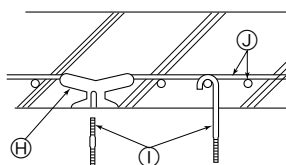
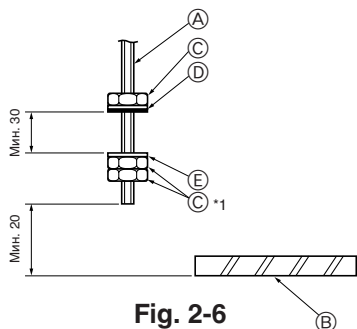

Fig. 2-5
Fig. 2-6
② Железобетонные конструкции (Fig. 2-5)
- ① Потолочная панель
- ② Стропило
- ③ Балка
- ④ Балка крыши
- ⑤ Используйте вставки с рейтингом 100-150 кг каждая (приобретаются на месте)
- ⑥ Навесные болты M10 (3/8") (приобретаются на месте)
- ⑦ Стальной стержень для укрепления
- ⑧ Канал С
- ⑨ Подвесная скоба канала
- ⑩ Подвесной болт M10
2.4. Порядок подвешивания прибора (Fig. 2-6)